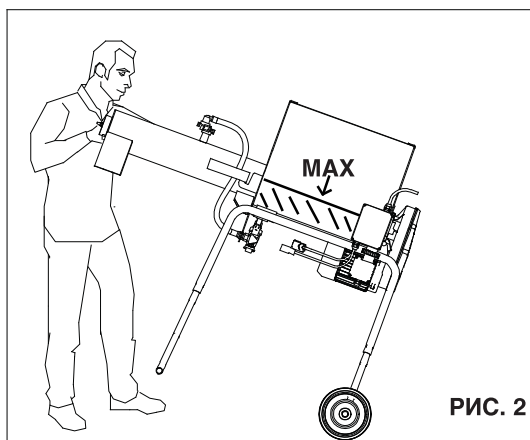
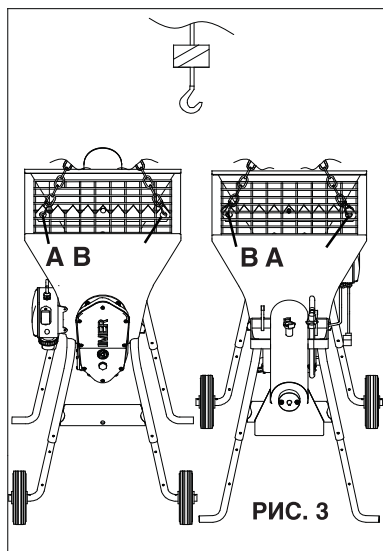

РИС. 2
РИС. 3
8. ПЕРЕМЕЩЕНИЕ (см. рис. 2 и рис. 3)
Приподнимите смеситель с помощью соответствующих ручек (рис. 2) и толкайте в нужном направлении.
- ВНИМАНИЕ! При подъеме машины ни в коем случае не используйте для крепления тросов какие-либо точки, отличные от приведенных на рис. 3
Используйте для подъема машины две специально предусмотренные для этой цели проушины (рис. 3)
Рис. 2 см. табл. 2